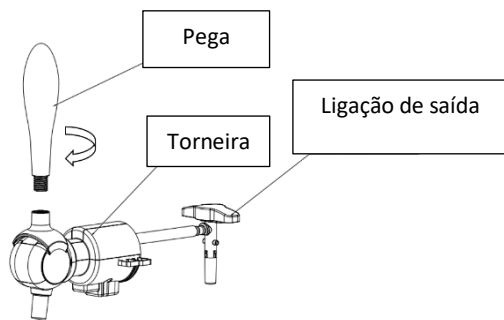

Figura 1
2. Coloque a pega da torneira, ligue a torneira e certifique-se de que as duas extremidades encaixam perfeitamente (como mostra a Figura 1).